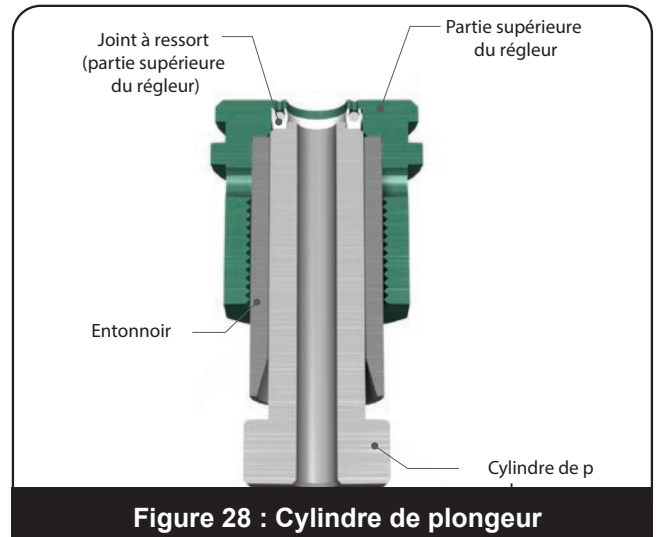

Figure 28 : Cylindre de plongeur
- viii. Appuyez sur le cylindre du plongeur pour insérer le joint à ressort (partie supérieure du régleur) dans la partie supérieure du régleur, comme indiqué dans la Figure 28.